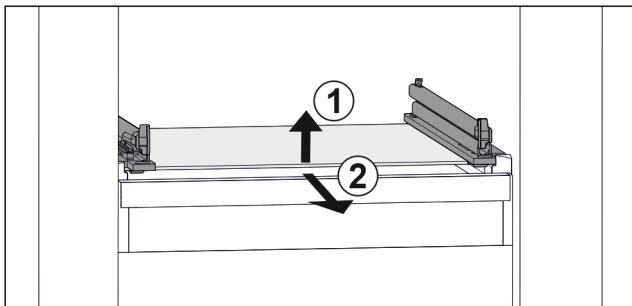

Fig. 153 Примерно изображение на стъклена плоча
- Повдигнете стъклена плоча отпред. Fig. 153 (1)
- Извадете стъклена плоча напред. Fig. 153 (2)